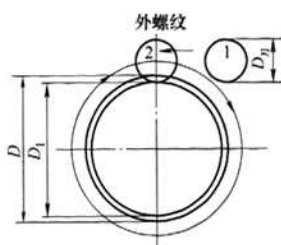

图9 切向切入法
(3) 切向切入法 如图9所示, 切向切入法仅适合于外螺纹的铣削加工, 具有圆弧切入法的优点。